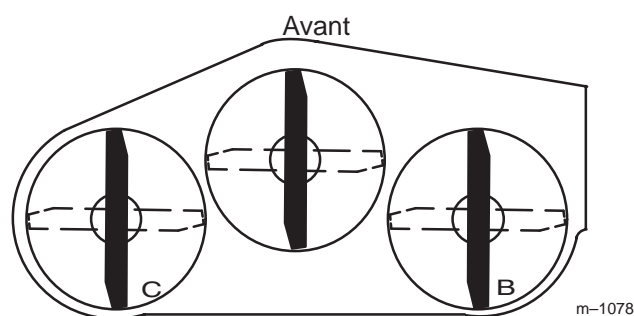
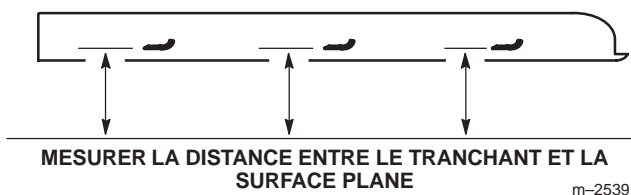

Figure 67
Figure 68
1. Tournez la lame **droite** à 180° (Fig. 67).
2. Mesurez la distance au point **B** (Fig. 67) entre la surface plane et le tranchant de la pointe de la lame droite (Fig. 68).
4. Tournez la lame **gauche** à 180° (Fig. 67).
5. Mesurez la distance au point **C** (Fig. 67) entre la surface plane et le tranchant de la pointe de la lame gauche (Fig. 68).